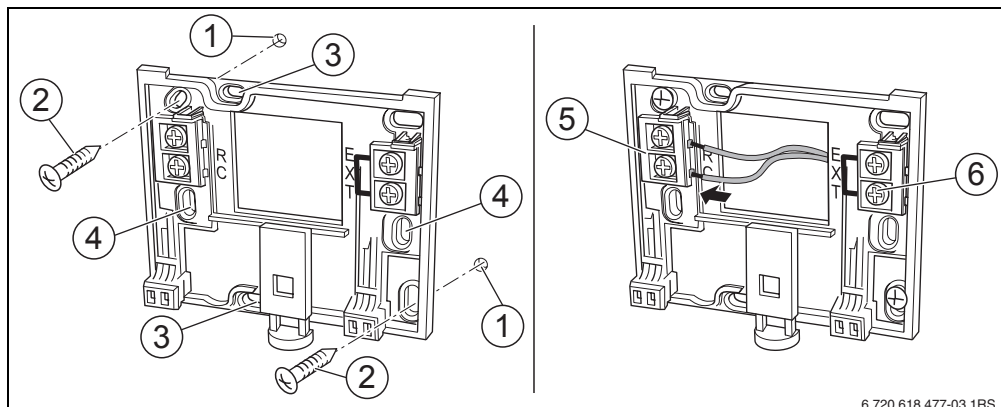

Рис. 3 Монтаж настенного держателя (слева) и электрическое подключение (справа)
- ▶ Установите настенный держатель (→ рис. 3, слева).